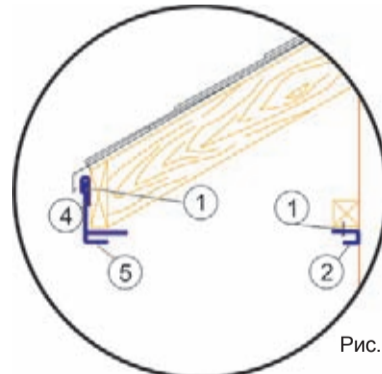

Рис. 10
В финишные планки (4) вставьте F-планки или J-рейки (5) (рис. 10, 11).